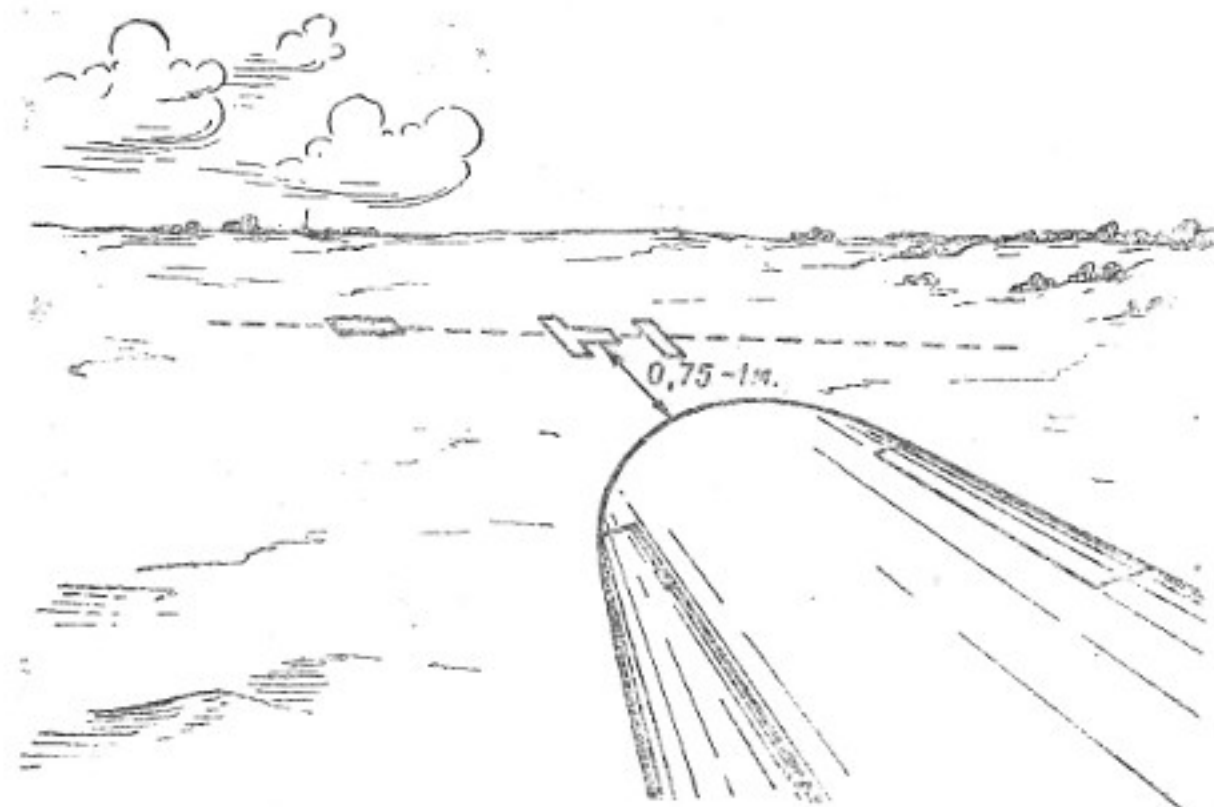

Рис. 10. Удаление самолёта от посадочных знаков между вторым и третьим разворотами
2. После выхода из разворота прямая от второго до третьего разворота должна быть параллельна линии посадочных знаков на расстоянии 0,75—1 м от плоскости до них (рис. 10).